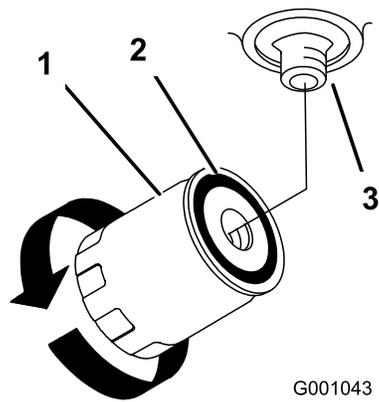

Figura 61
4. Retire el filtro usado, deje que se vacíe el aceite y limpie con un paño la superficie de la junta del adaptador del filtro.(Figura 61).
7. Llene el depósito de aceite hidráulico con aceite hidráulico hasta que éste rebose por encima del filtro, gire el filtro en el sentido de las agujas del reloj hasta que la junta de goma entre en contacto con el adaptador del filtro, luego apriete el filtro media vuelta más (Figura 61).